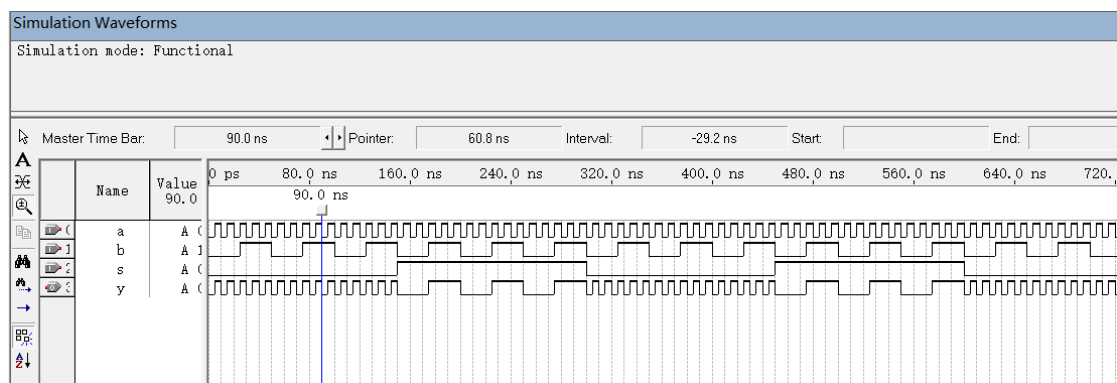

图 16 (1) 仿真结果
\*\*: 功能仿真也通过以下方式进行配置仿真。如图 16 (2) 所示。选择菜单 processing->Simulation Tools，设置功能仿真，生成功能网表，选择仿真文件，仿真以及查看仿真结果。